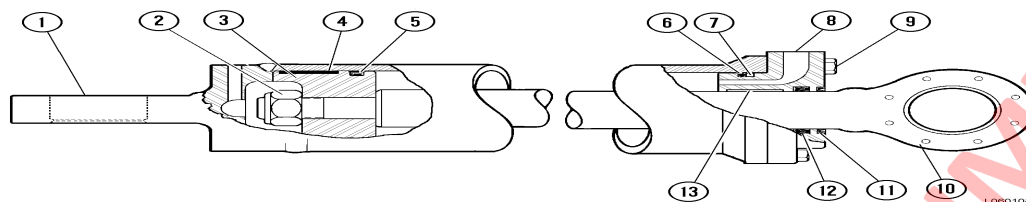

FIGURA 6-7. CONJUNTO DEL CILINDRO DE DIRECCIÓN
1. Retire los pernos (9, Figura 6-7) y tire el vástago (10) y la tuerca de ajuste (8) fuera de la carcasa del cilindro (1).
2. Retire la tuerca de seguridad (2) y el pistón (3). Saque el rodamiento (4) y el sello del pistón (5).
3. Libere el vástago (10) de la tuerca de ajuste (8). Retire la junta tórica (6) y el anillo de respaldo (7). Saque el sello (12) y el raspador del vástago (11). Retire el rodamiento (13).
1. Instale, de la siguiente forma, un conjunto de sello de pistón nuevo (5, Figura 6-7) en el pistón (3):
- b. Saque el sello del agua y ármelo en el pistón. **No se demore más de cinco segundos para terminar**, ya que el sello se ajustará de forma permanente. El rodamiento del pistón (4) se puede usar para posicionar el sello en la ranura. Aplique presión de forma uniforme para evitar inclinar el sello.
2. Instale el rodamiento (4) en la ranura del pistón.
1. Instale el rodamiento nuevo (13, figura 6-7), el sello del vástago (12), raspador del vástago (11), anillo de respaldo (7) y la junta tórica (6) en la tuerca de ajuste (8).
2. Empuje el vástago (10) a través del extremo de la tuerca de ajuste. Avance lentamente el vástago sobre el sello y el raspador del vástago.
3. Instale el conjunto del pistón (3) en el vástago. Asegure el pistón al vástago con tuerca de seguridad (2). Apriete la tuerca de seguridad a **3.390 N.m (2.500 lb ft)**.
5. Instale los pernos (9). Apriete los pernos de manera uniforme a **420 N.m (310 lb ft)**.